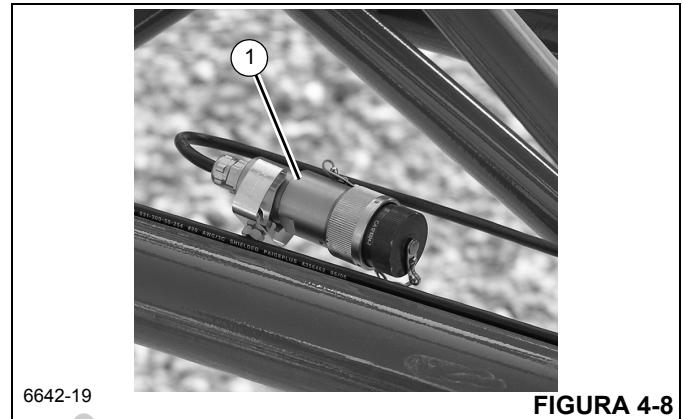

FIGURA 4-8
- a. Retire el conector del extremo del cable del RCL (1) Figura 4-8 de la extensión y diríjalo a través de la extensión de pluma.